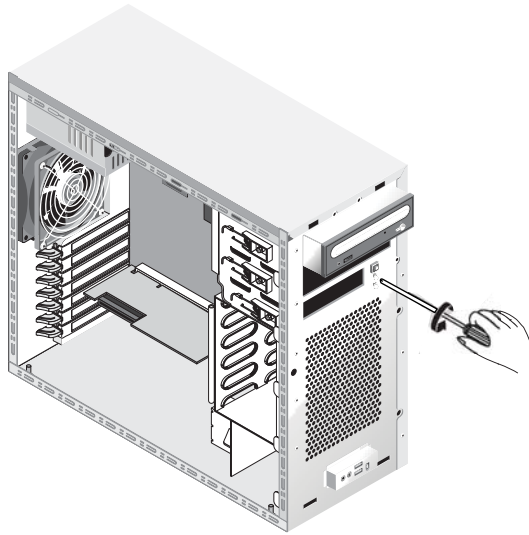

РИСУНОК 4-22 Отсоединение панели оператора
4. **Отверните винт на передней панели корпуса, крепящий панель оператора к корпусу (см. РИСУНОК 4-22).**